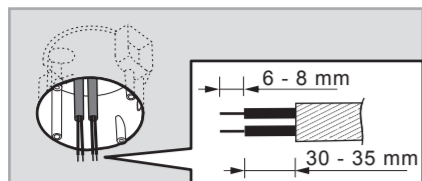

FIG.8
4.4.1.2 Dra ut AC-strömkablarna ur kopplingsdosan av europeisk standard, skala sedan av 6 - 8 mm av ledningshöljet för anslutningen (se FIG.8).